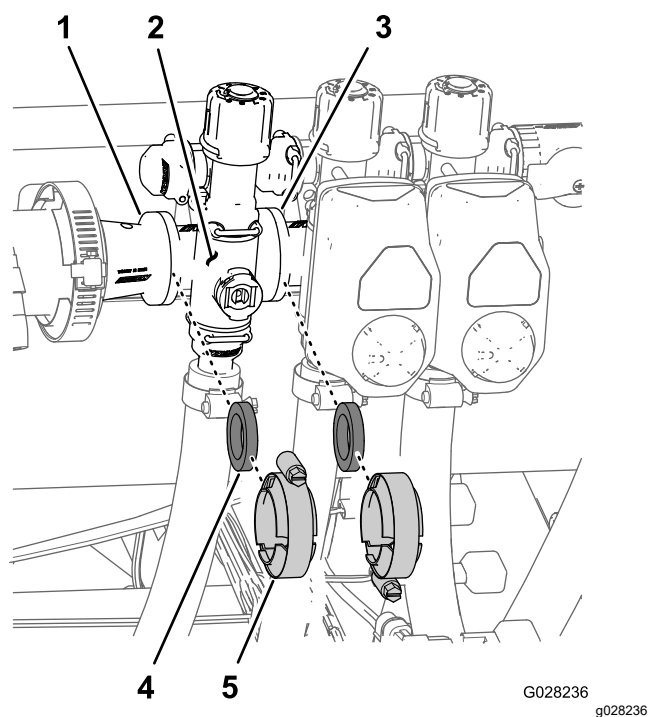

Figura 73
1. Îndepărtai clemele i garniturile care fixează colectorul pentru supapa de seciune (Figura 73) la supapa de seciune adiacentă (în cazul prezenei supapei de seciune din stânga i cuplajului reductorului).